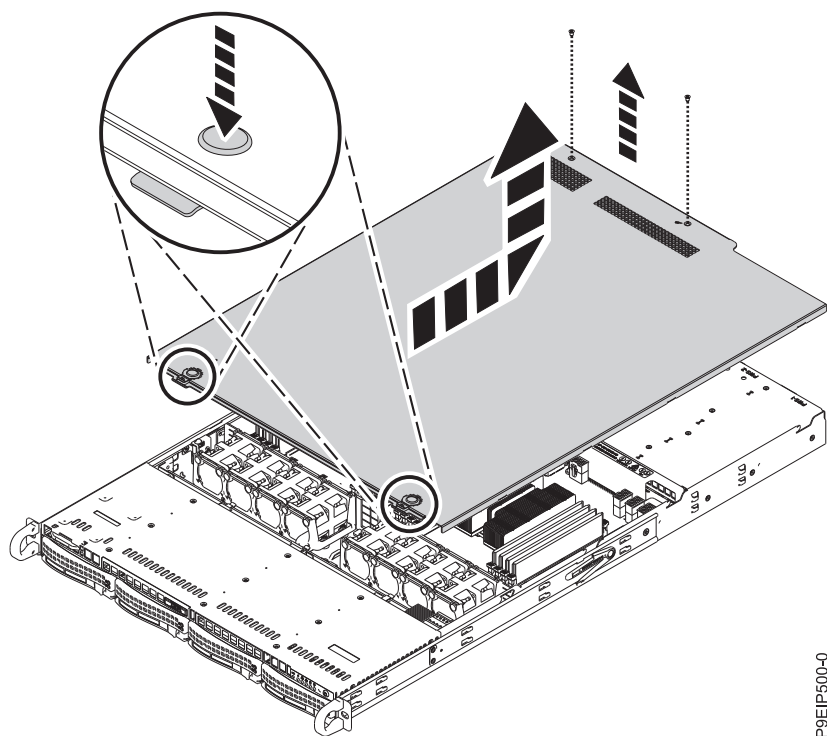

Figura 77. Liberando e abrindo a tampa
2. Remova os dois parafusos da tampa (1) da parte traseira da tampa.
3. Pressione os dois botões na tampa superior (2) para liberar as travas, conforme mostrado na Figura 77 na página 88, e empurre a tampa de volta cerca de 0,5 pol. (1 cm) até que ela pare. Se os botões não forem pressionados para baixo facilmente, remova parcialmente as unidades diretamente sob os